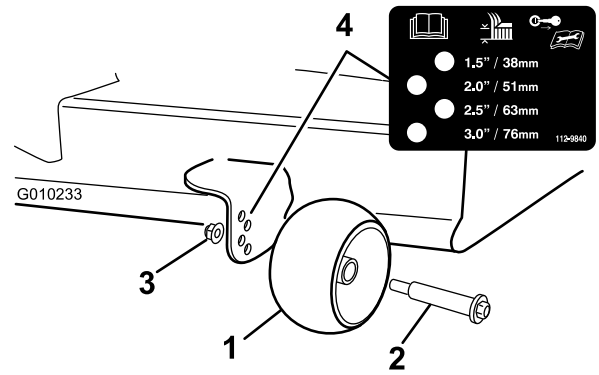

Figura 19
3. Ajuste los rodillos protectores del césped (**Figura 19**) a la posición de altura de corte más próxima.